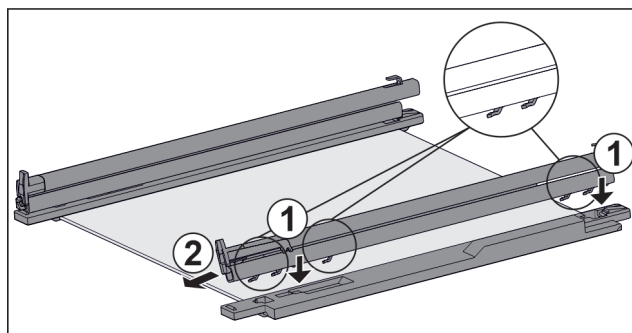

Fig. 154 Скляна пластина з рейками та деталями для підтримки
- ▶ Одягти гаки рейки на отвори **лівої** деталі для підтримки. Fig. 154 (1)
- ▶ Потягніть рейку вперед. Fig. 154 (2)
- ▶ Одягти гаки рейки на отвори **правої** деталі для підтримки. Fig. 154 (1)